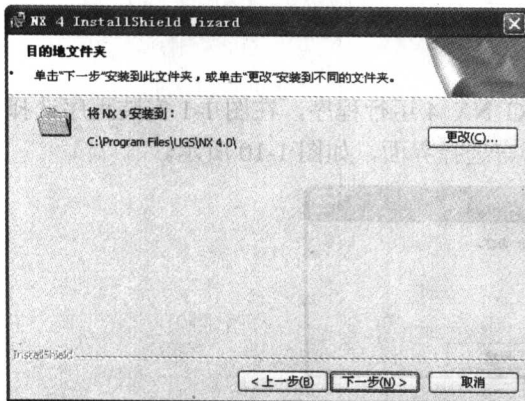

图 1-14 安装目录路径选择界面
(5) 单击 **下一步(N) >** 按钮进入 NX 4 安装目录路径选择界面, 如图 1-14 所示。